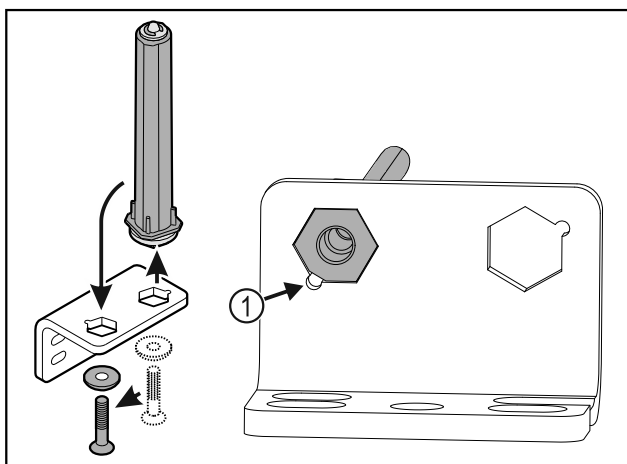

Fig. 31
- Se till att bultens fasning Fig. 31 (1) är vänd mot det runda hålet vid isättningen.